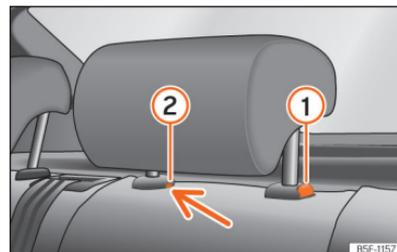

Fig. 68 Encostos de cabeça traseiros desmontagem.
- Pressione o botão »»» **Fig. 68 ①**, pressionando ao mesmo tempo através do orifício da trava de segurança ② com uma chave de fendas plana com um máximo de 5 mm de largura e retire o encosto de cabeça.